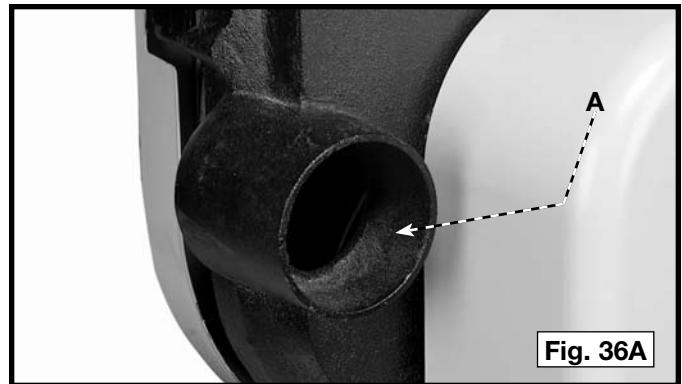

Fig. 36A
Una puerto del polvo (A) Fig. 36A le permite conectar su sierra de la veda con un colector de polvo.